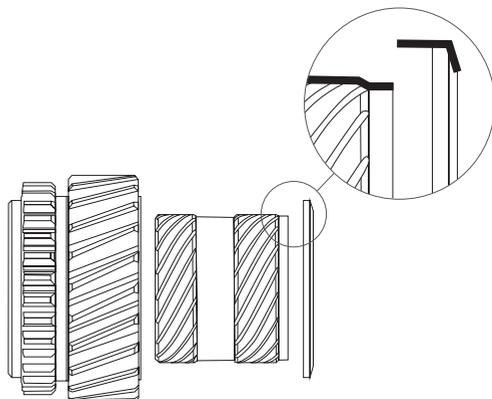

Рис. 5
3. Установите кольцо втулки [5], расположив его плоской стороной к шестерне пониженной передачи [3], а фаской – к подшипнику (Рис. 5, выделено жирным).
4. Установите втулку [4], расположив ее наружным расточенным буртиком к кольцу [5] и подшипнику (Рис. 5, выделено жирным).